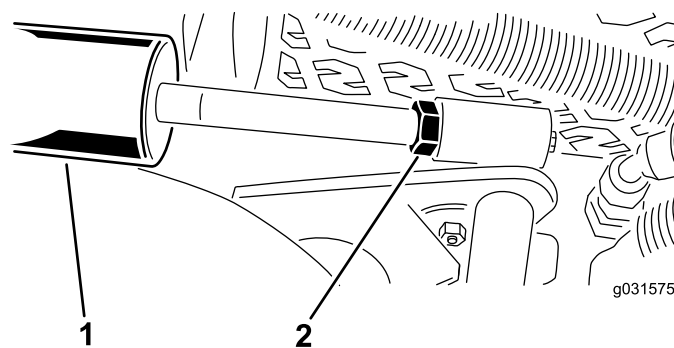

Figure 11
A. Abaissez les unités de coupe et desserrez l'écrou de blocage sur le vérin (Figure 11).